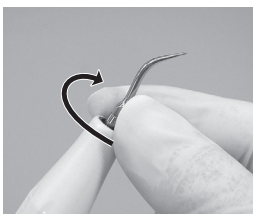

Fig. 13
- 1) Tournez légèrement l'insert de la main, puis installez-le (Fig. 13).